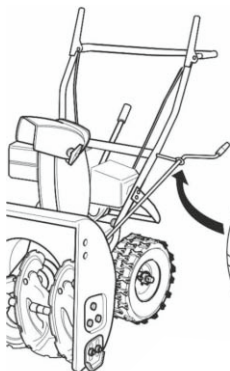

Рис. 4
6.3. Установка рукоятки поворота желоба (рис. 4, 5)
1. Установите анкерный болт в отверстие на рукоятке управления (**Рис. 4**).